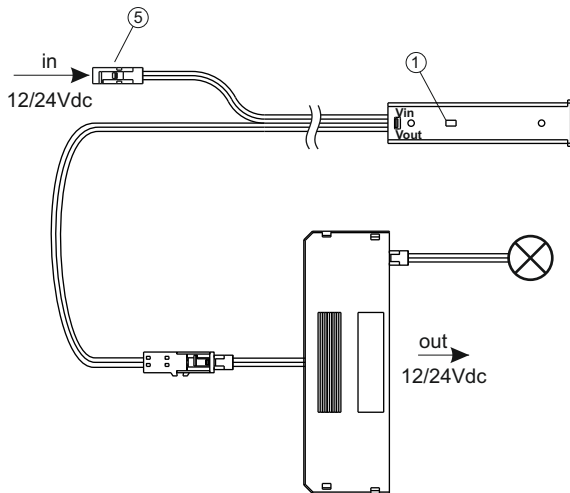
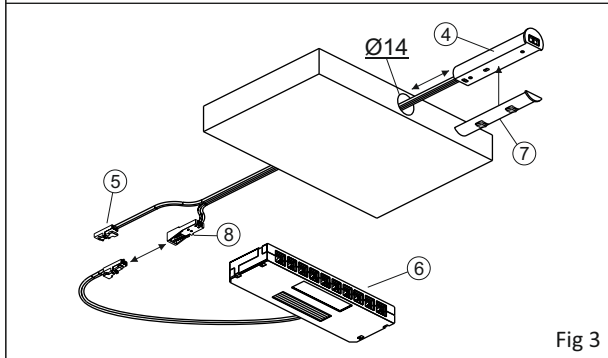
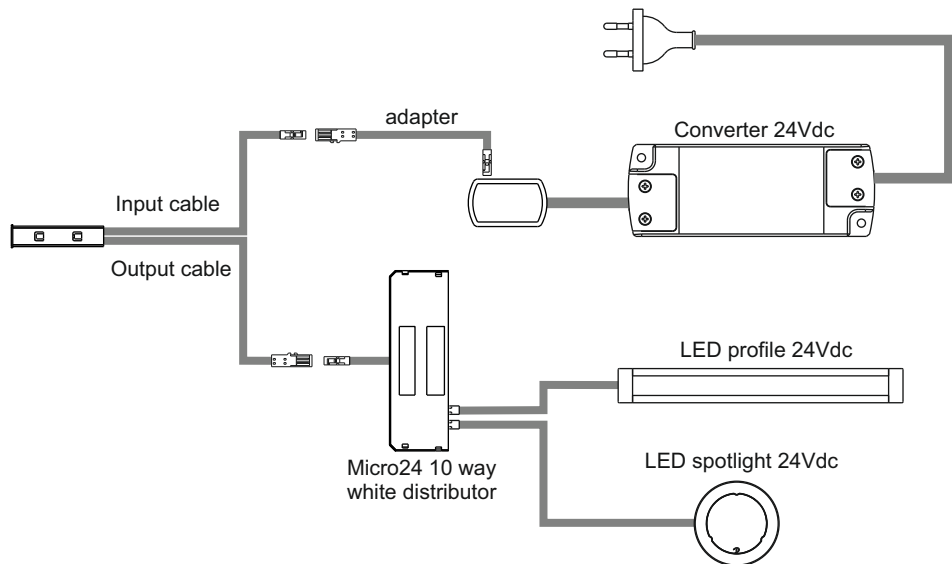

Fig 1
Fig 3
Fig. 6
- Alternatively, to install it flush with the panel (fig. 3), make a hole ($\varnothing 14$) of depth at least 63mm, disconnect the distributor (6) from the connector (8), pass the wire through the hole, apply the plastic fitting (7) to the sensor (4) and insert the assembly in the hole which has been just made.
When this has been done, reconnect the distributor (6) to the connector (8) marked "OUT" positioned on the shorter wire (fig. 1 and fig. 3).
- Connect the spotlights to the distributor (6), for a maximum of 36W if operating at 12Vdc or 72W if operating at 24Vdc.
- Connect the "in" connector (5) to a converter of 12Vdc (max. 36W) or 24Vdc (max. 72W) according to the type of load applied.
- For the connection of devices at 24Vdc, a set of cables which allows you to adapt the device to the Micro24 connection system (fig.6).
- Wenn er stattdessen in die Platte eingelassen werden soll (Abb. 3), ein Loch $\varnothing 14$ mit mindestens 63 mm Tiefe bohren, den Verteiler (6) vom Verbinder (8) trennen, das Kabel durch die Öffnung führen, das Kunststoffzubehör (7) am Sensor (4) anbringen und alles zusammen in das gebohrte Loch einstecken.
Nach diesen Arbeiten muss der Verteiler (6) wieder an den Verbinder (8) mit der Aufschrift "OUT", der sich am kürzeren Kabel befindet, angeschlossen werden (Abb. 1 und Abb. 3).
- Die Strahler an den Verteiler (6) mit maximal 36W bei Betrieb mit 12Vdc oder mit maximal 72W bei Betrieb mit 24Vdc anschließen.
- Den Verbinder "in" (5) an einen Konverter mit 12Vdc (max. 36W) oder 24Vdc (max. 72W) anschließen, je nach Art der anliegenden Last.
- Für den Anschluss von Geräten für 24 Vdc steht ein Kabelset zur Verfügung, damit kann man das Gerät dem Anschlusssystem Micro24 anpassen (Abb. 6).
Si, au contraire, on souhaite le fixer à encastrement dans le panneau (fig. 3), pratiquer un orifice Ø14 de profondeur minimale 63 mm, débrancher le distributeur (6) du connecteur (8), faire passer le câble dans l'orifice, appliquer l'accessoire en plastique (7) au capteur (4) et introduire le tout dans l'orifice à peine réalisé. À la fin de ces opérations, il faut brancher de nouveau le distributeur (6) au connecteur (8) marqué par "OUT" placé sur le câble le plus court (fig. 1 et fig. 3).
- Brancher les spots au distributeur (6) à un maximum de 36W s'ils fonctionnent à 12Vdc ou à un maximum de 72W s'ils fonctionnent à 24Vdc.
- Brancher le connecteur "in" (5) à un convertisseur de 12Vdc (max. 36W) ou 24Vdc (max. 72W) selon le type de charge appliquée.
- Pour la connexion des appareils à 24Vcc, un kit de câbles est disponible pour permettre d'adapter l'appareil au système de connexion Micro24 (fig.6).
- Conecte los focos al distribuidor (6) para un máximo de 36W si funcionan a 12Vcc o para un máximo de 72W si funcionan a 24Vcc.
- Conecte el conector "in" (5) a un convertidor de 12Vdc (máx. 36W) o 24Vdc (máx. 72W) según el tipo de carga aplicada.